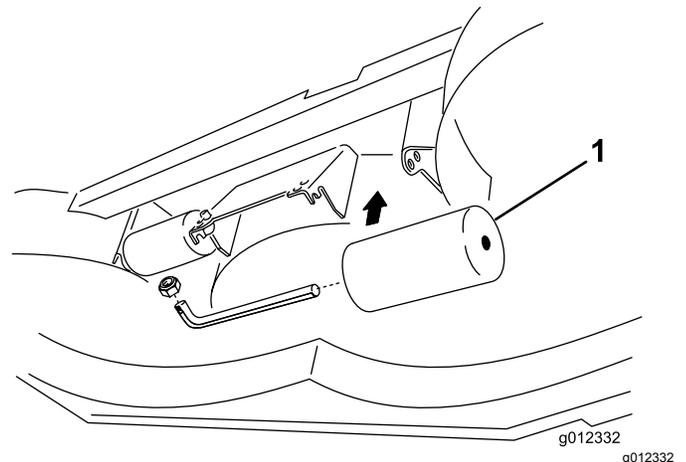

Figure 12
- Réglez les galets arrière (internes) comme montré à la Figure 12.